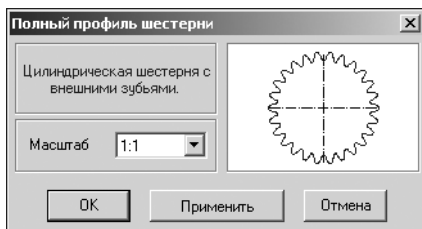

Рис. 4.46.
3. В раскрывшемся списке выберите команду **Полный профиль зубьев**. Откроется одноименное командное окно (рис. 4.46).